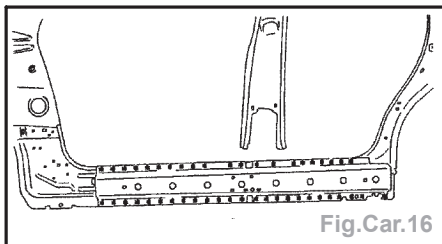

Fig.Car.16
- Dégraffer les points à l'aide d'une fraise de Ø 8 mm (Fig.Car.16).
- Souder par points électriques et par points bouchons MAG (Fig.Car.16).